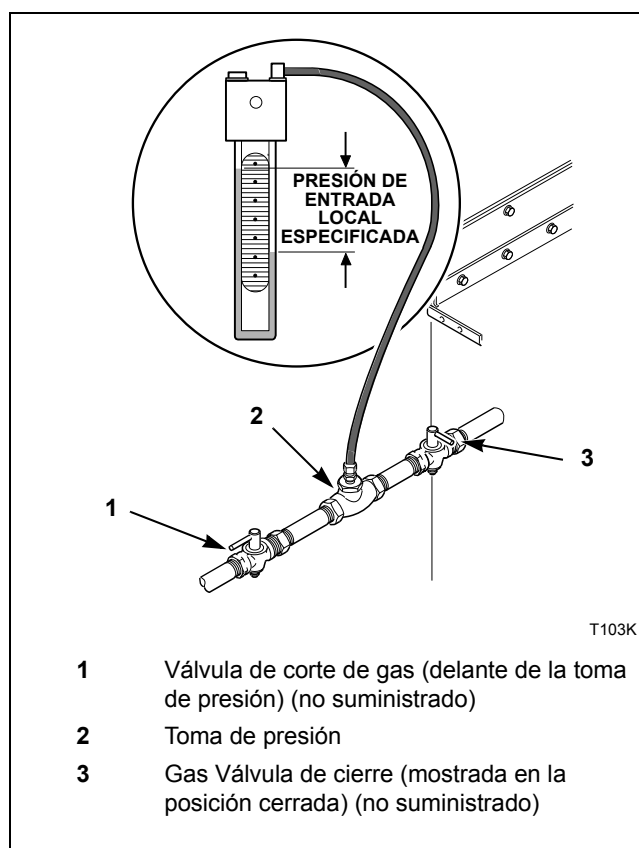

Figura 11
1. Desconecte la corriente eléctrica de la secadora. Cierre la válvula de corte de la secadora. Consulte la *Figura 11*.
- Desconecte la corriente eléctrica de la secadora. Cierre la válvula de corte de la secadora. Consulte la *Figura 11*.